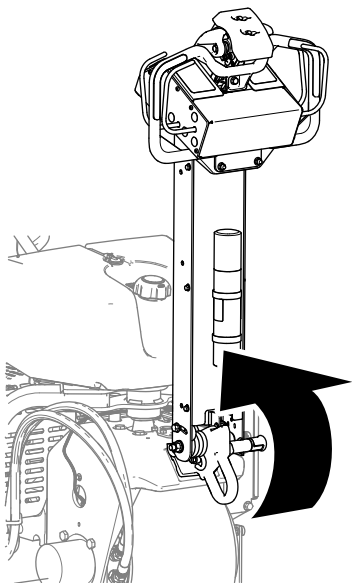

Figure 65
1. Relevez complètement le timon pour serrer le frein de stationnement (Figure 65).